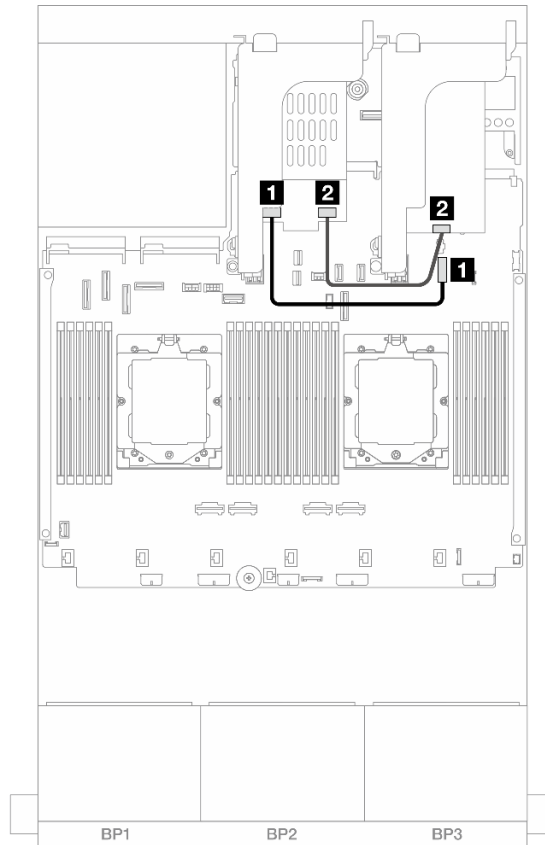

Figura 308. Roteamento de cabos RAID
- Figura 308 "Roteamento de cabos RAID" na página 322